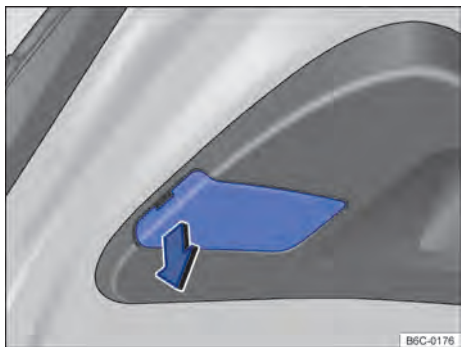

Fig. 134 Na tampa traseira: desmontar a cobertura da lanterna traseira.
3. Remover cuidadosamente a cobertura → Fig. 134 na tampa pelo rebaixo existente.